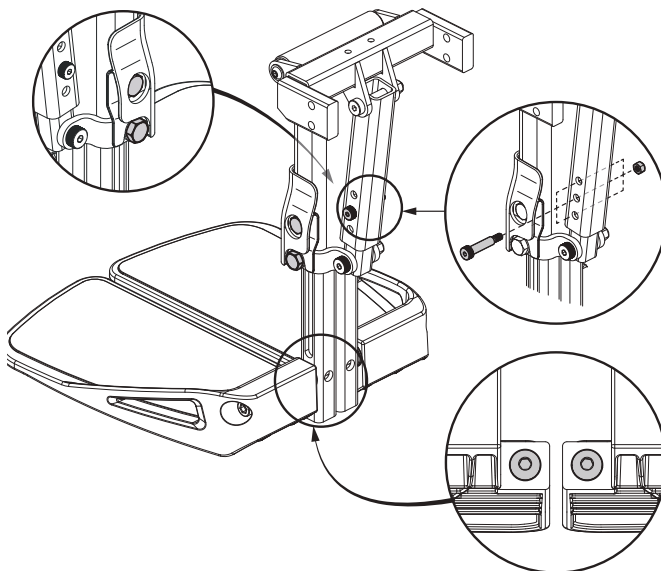

Figure 12. Ajustement de la plateforme de pied
- Placez le point d'ancrage des sangles d'arrimage arrière directement derrière les points de fixation arrière du fauteuil motorisé. Les sangles d'arrimage avant doivent être ancrées à des points de sol plus espacés que le fauteuil motorisé pour assurer une stabilité accrue. **Voir la figure 12.**
Voir la figure 12.
1. Relevez la plateforme du pied et localisez la vis. **Voir la figure 12.**